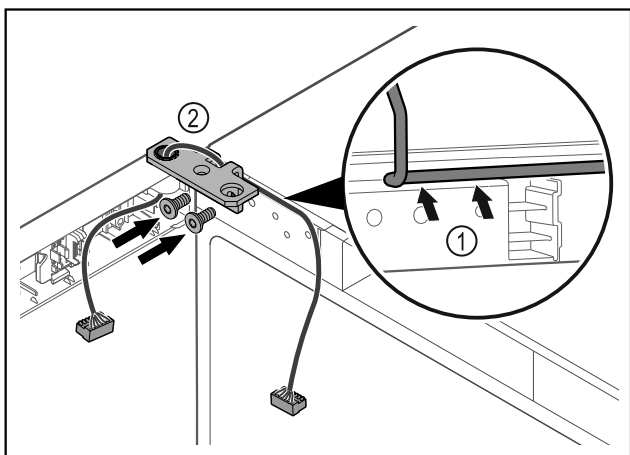

Fig. 47
- ▶ Sæt kablet gennem hængselvinklens udsparring, og træk det forsigtigt Fig. 47 (1).
- ▶ Skru hængselvinklen Fig. 47 (2) på.